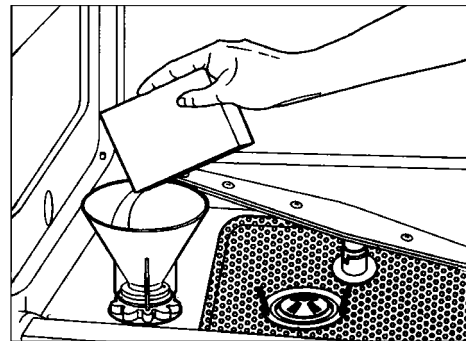

fig. 3
- Het zoutreservoir bevindt zich op de bodem van de vaatwasmachine. Draai, na eerst het onderrek te hebben verwijderd, de dop van het reservoir tegen de richting van de klok in los en giet het zout erin met behulp van de trechter die bij de vaatwasmachine is geleverd (fig. 3).